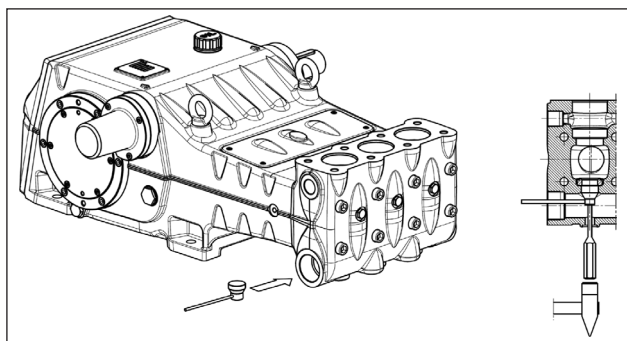

Fig. 113
Se a extração do grupo da válvula de aspiração resultar particularmente difícil (por ex., para incrustação devido a uma inutilização prolongada da bomba) use a ferramenta do extrator, cód. 27516200 (para LK36-LK40-LK45) ou o cód. 27516300 (para LK50-LK55-LK60) (pos. ①, Fig. 113) e atue conforme indicado.